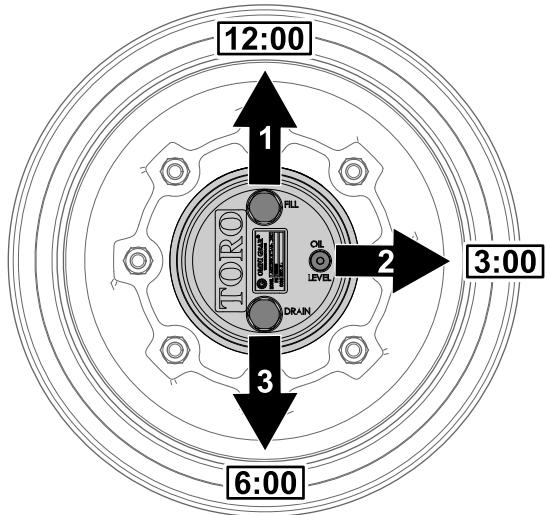

Figura 80
1. Aparque la máquina en una superficie nivelada y coloque la rueda con el tapón de llenado en la posición de las 12, el tapón de verificación en la posición de las 3 y el tapón de vaciado en la posición de las 6 (Figura 80).
2. Retire el tapón de verificación de la posición de las 3 (Figura 80).
1. Aparque la máquina en una superficie nivelada y coloque la rueda con el tapón de llenado en la posición de las 12, el tapón de verificación en la posición de las 3 y el tapón de vaciado en la posición de las 6; consulte la Figura 80 en Comprobación del lubricante de la caja de engranajes planetarios (página 57).